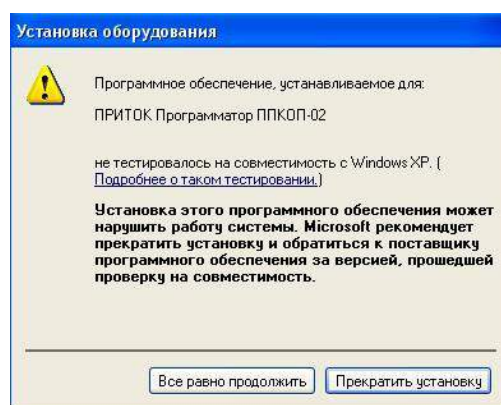

Рисунок 5. Установка драйвера
3.4 В появившемся окне (рис. 5) нажмите кнопку «Все равно продолжить».